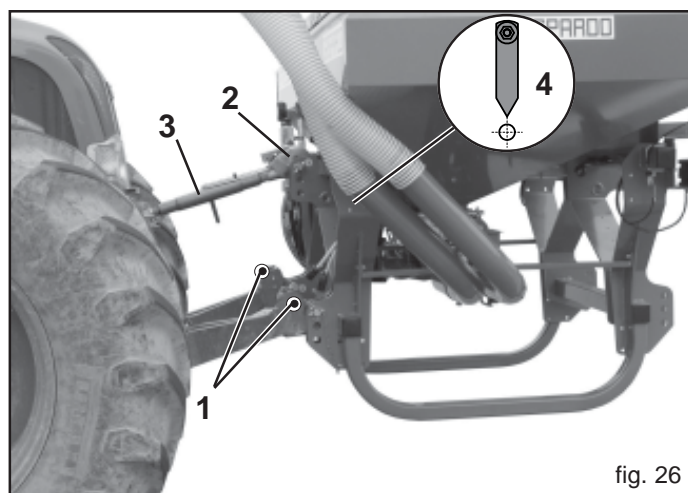

fig. 26
- 1) Accrocher les barres de l'élevateur aux pivots prévus à cet effet (1, Fig. 26). Bloquer par les goupilles à encliquetage.
- 2) Relier le troisième point supérieur (2, Fig. 26); bloquer la cheville par la goupille "ad hoc". Positionner la machine perpendiculairement au sol (4) par l'entretoise de réglage (3, Fig. 26).